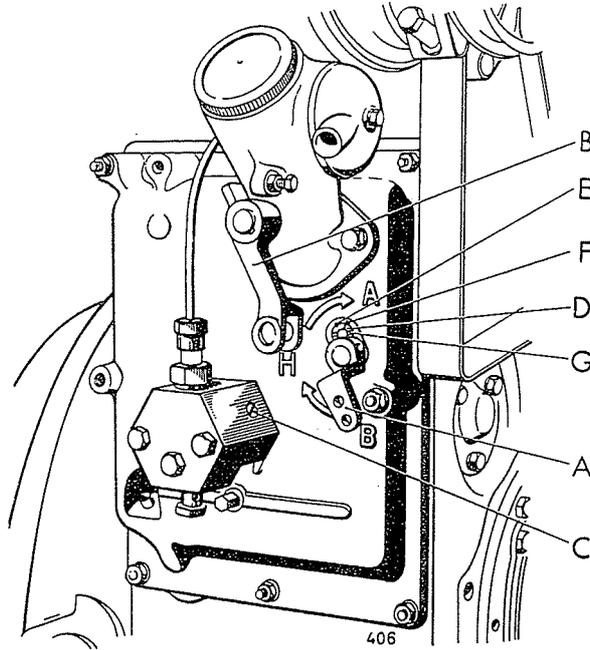
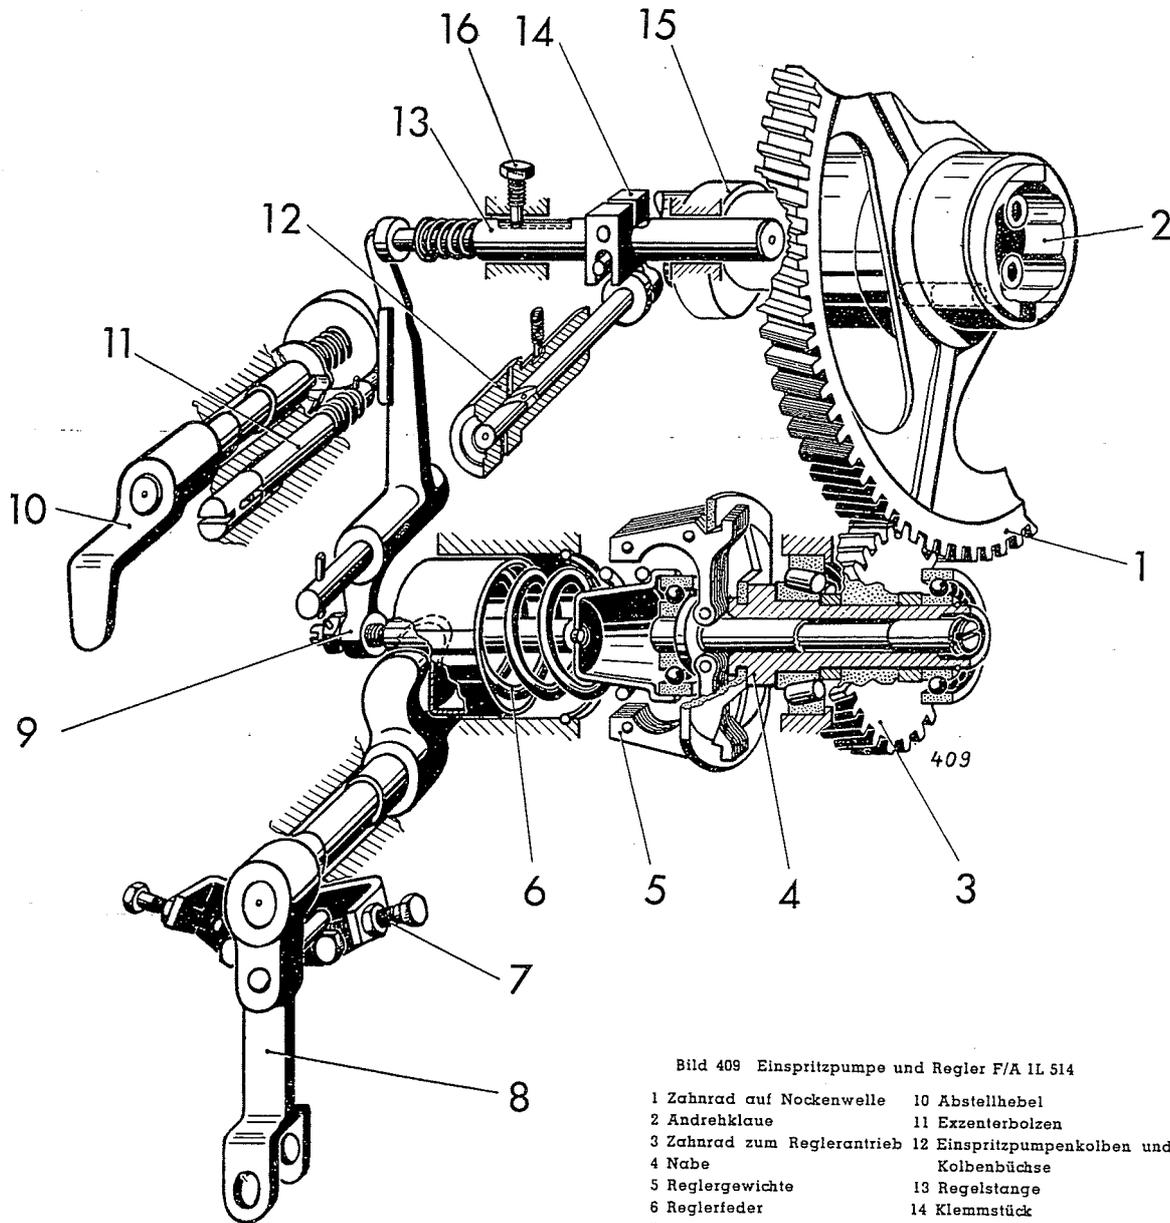

Bild 406 Motor F/A 1L 514 Pumpenseite
Bild 409 Einspritzpumpe und Regler F/A 1L 514
- Kontrolle der Zylinderschrauben zur Sicherung der Kolbenbüchse im Pumpen-Block auf korrekte Lage in der Nut der Kolbenbüchse. siehe Bild 406 und 407.
Schlitz des Verschlusbolzens zum Exzenterbolzen waagrecht stellen, siehe Bild 406.
Hierzu Einstellen bei Pumpe F/A 1L 514, Bild 409:
Abstellhebel 10 im Uhrzeigersinn mindestens einmal herumschalten bis auf Betriebsstellung „B“ (siehe Bild 406).
Einstellung: Pumpe mit 750 Upm. laufen lassen. Durch mehrere Messungen die Blockiermenge „B“ gemäß Prüfwertebblatt für jedes Pumpenelement einstellen durch Verschieben des Regulierstückes auf der Regelstange. (Bei Pumpen F/A 1 L 514 kann die letzte Feineinstellung auch durch Feinverstellung des Verschlußbolzens zum Exzenterbolzen erreicht werden, Teil D Bild 406.)
Maximal zulässige Abweichung der Blockiermenge „B“ siehe Prüfwertebblatt. Regulierstück jedes Pumpenelementes nach beendeter Einstellung mit Lacktupfen versehen (um Verstellung durch Unbefugte erkennbar zu machen). Fixierung der Regelstange F/A 2-3L 514 lösen. Bei Pumpe F/A 1L 514 zusätzlich Verschlußbolzen zum Exzenterbolzen am Schlitz durch Körnerschlag sichern und durch Meißelhieb markieren, Bild 406.
Abstellhebel (Bild 406) im Uhrzeigerdreh Sinn auf „A“ stellen, so daß der Übertragungshebel 9, Bild 409, am kleinsten Radius des Nocken der Abstellwelle direkt anliegt. Regelstange ist jetzt in Anlaßstellung. Kontrollmenge mit Angaben im Prüfwertebblatt vergleichen. Geringe Abweichungen sind zulässig.
8. Einstellen des Reglers F/A 1L 514, hierzu Bild 409.